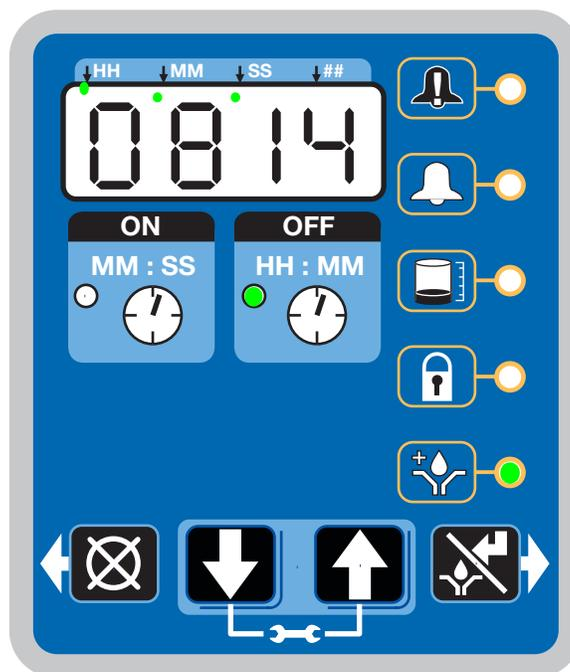

FIG. 23
- Le voyant à côté de l'horloge dans le champ ARRÊT est allumé (FIG. 23).
- Le voyant de pré-lubrification s'allume (FIG. 23).
- L'affichage indique le temps restant jusqu'au début du cycle de lubrification. L'exemple illustré sur la figure 23 montre qu'il reste 8 minutes et 14 secondes avant le début d'un cycle de lubrification.